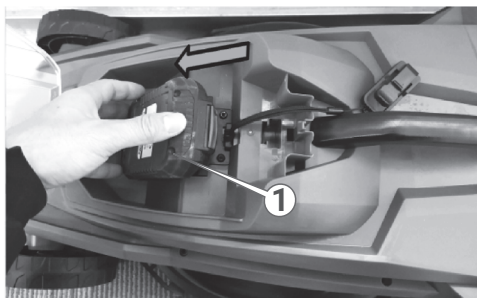

Рисунок 7. Схема встановлення АКБ.
- встановити АКБ у виріб із натиснутою червоною кнопкою фіксатора (1, рис. 7) та зафіксувати, відпустивши кнопку;